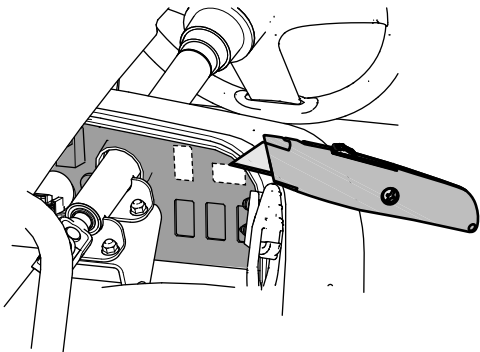

Figura 7
2. Desde la parte de atrás del salpicadero, realice 2 taladros en la pegatina, tal y como se muestra en la Figura 7.